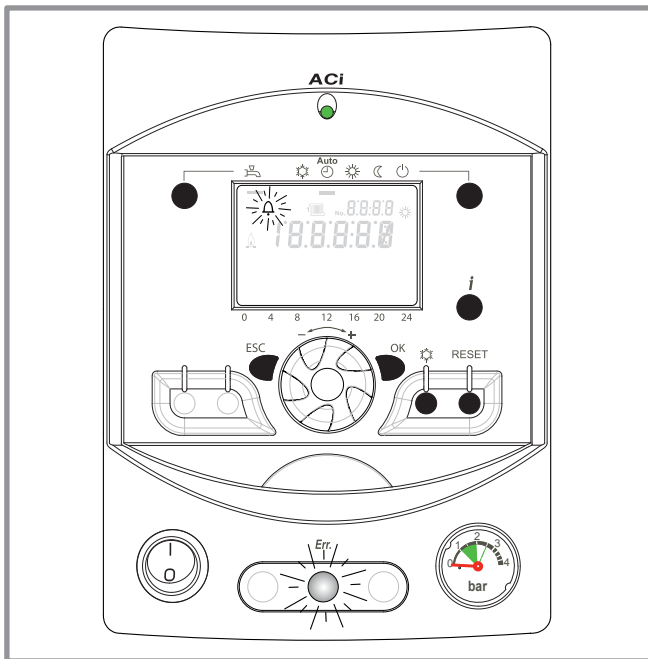

figure 11 - Signal d'erreur
- Messages d'erreur : L'afficheur indique le symbole "cloche" 🛎 + Voyant "Err." allumé (figure 11, page 17).